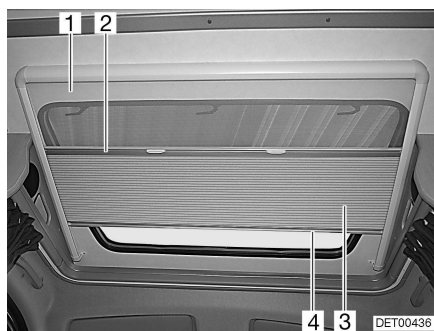

Bild 30 Takfönster
Plisségardin Plisségardinen (Bild 30,3) och insektsskyddet (Bild 30,1) är fastsatta i varandra.
- Ta tag i mitten på plisségardinens kantlist (Bild 30,4) och dra försiktigt ned den.
- Håll i plisségardinens kantlist (Bild 30,4) och drag sakta tillbaka den.
- Ta tag i mitten på insektsskyddets kantlist (Bild 30,2) och dra försiktigt ned den.
- Håll i insektsskyddet vid plisségardinens kantlist (Bild 30,4) och drag sakta tillbaka det.